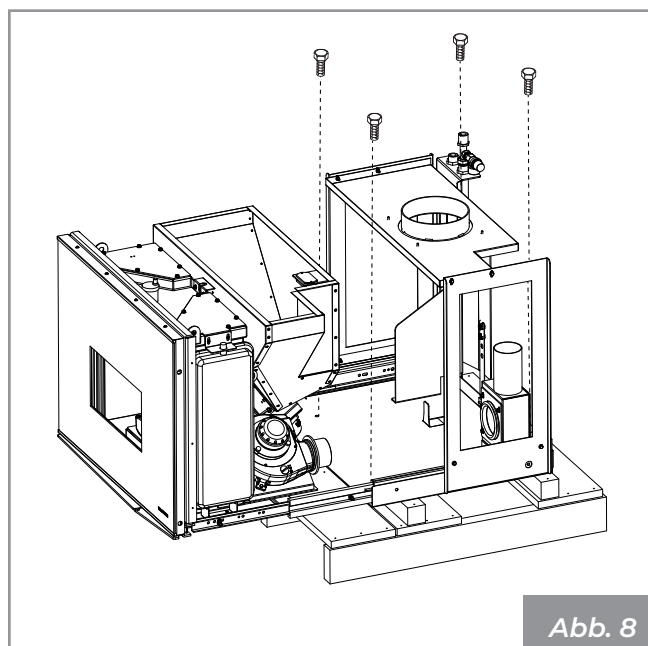

Abb. 8
- die Befestigungsschrauben der Palette vom Sockel entfernen und die Palette abnehmen (**Abb. 8**).